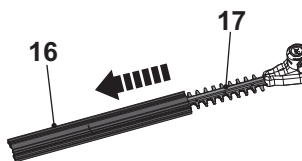

Fig. 3
1. Retirez le protège-lame (16) de la lame du taille-haie (17) avant d'utiliser le produit (Fig. 3).
2. Gardez le protège-lame (16) en lieu sûr.